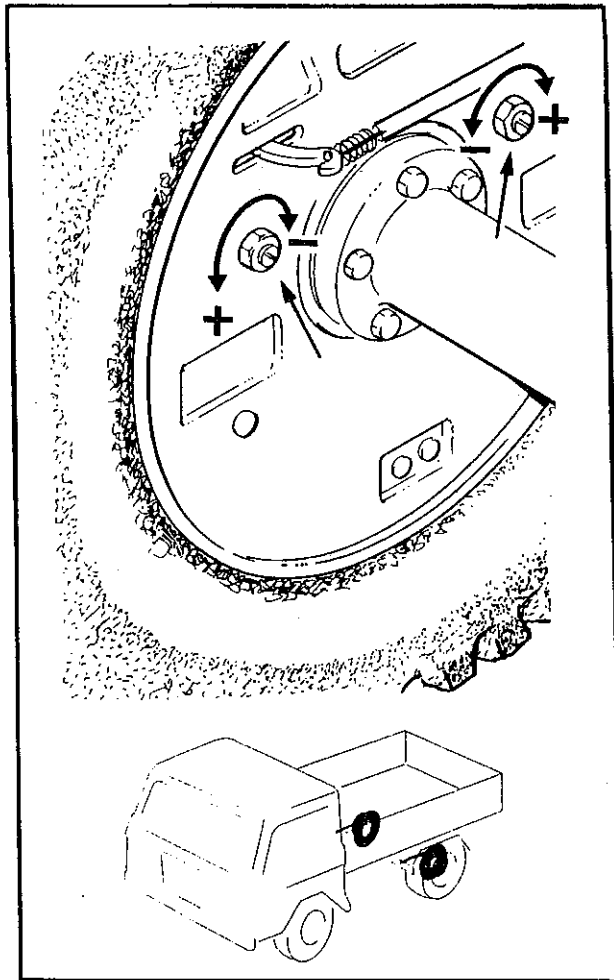

Fig. 2-13 Registri freni posteriori
Se l'azione frenante diviene insufficiente procedere alla regolazione delle ganasce (dei freni posteriori) facendo riferimento alla fig. 2-13.
2.12. SYSTEME DE FREINAGE (fig. 2-13, 2-14)
Si le freinage est insuffisant, régler les patins des freins arrière en se référant à la fig. 2-13, et en serrant ou en desserrant les vis de réglage.